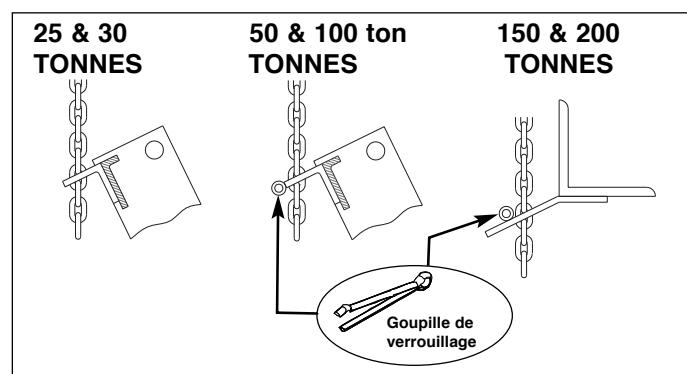

Figure 1, Chaîne et crochet de levage.
2. Faire glisser la chaîne de levage (**J**) dans le crochet de levage situé sur la table/le châssis de la presse comme présenté à la Figure 1. Installer la goupille de verrouillage (modèles 50, 100, 150 et 200 tonnes uniquement).